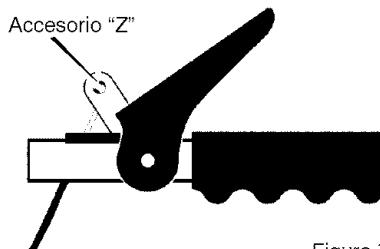

Figura 77
**Para asegurarse de que estén bien ajustados, suelte el accesorio "Z" en la palanca de propulsión (Figura 77).**
11. Instale el **gancho "Z"** en la **palanca de propulsión** (Figura 77).
5. Desconecte el **accesorio "Z"** de la **palanca de propulsión** (Figura 77).